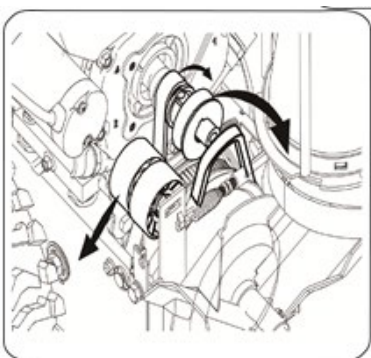

Bild 29
- c. Lyft av remmen från motorns remskiva. Se bild 29.